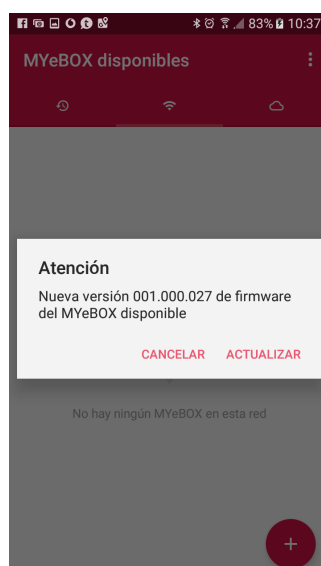

Figura 25: Schermata dell'app MYeBOX in cui viene notificata la presenza di una nuova versione.
- 5.- Dopo aver collegato il dispositivo all'app, occorre verificare se è disponibile una versione più aggiornata del firmware. Se esiste una nuova versione del firmware, l'app mostra il messaggio della **Figura 25**.